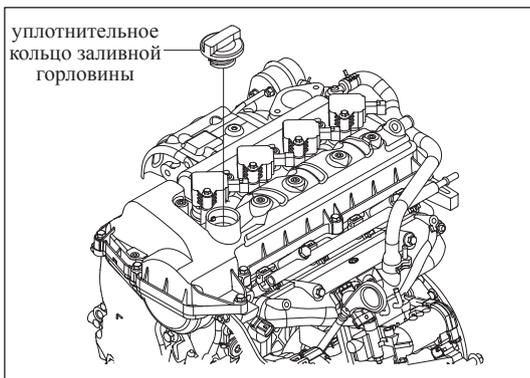
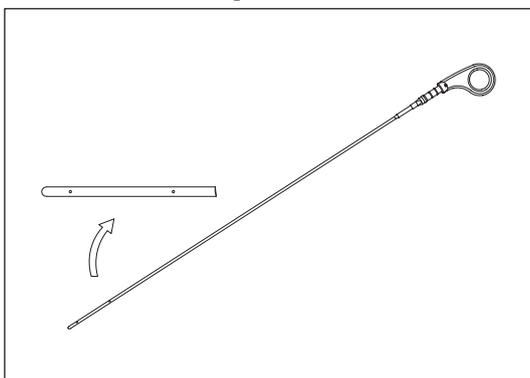

Рис. 11-2-8. Установка крышки заливной горловины
Рис. 11-2-9. Проверка уровня моторного масла
- в) Установить прокладку заливной горловины, затем установить и затянуть крышку горловины, как изображено на рис. 11-2-8.
- (4) Проверка на утечки моторного масла
- (5) Проверить уровень моторного масла
- » Уровень масла должен быть несколько выше средней точки между метками «Low» («Низкий») и «Full» («Максимальный») на маслоизмерительном щупе, как изображено на рис. 11-2-9.